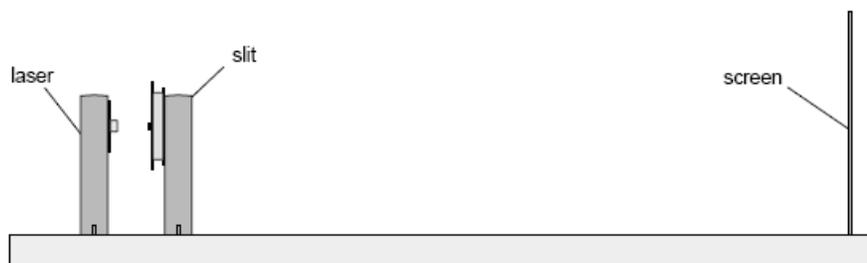

Figura 1.2: Instalación del Banco Óptico
- 1) Ubicar el láser al final del banco óptico y colocar el disco de ranuras simples en su soporte y a unos 30 mm desde el frente del láser. Ver figura 1.2.